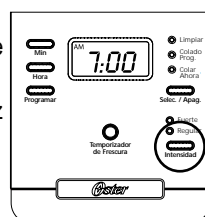

figure 5
2. Pour profiter d'une tasse de café plus savoureuse, appuyez une fois sur le bouton « Intensidad » de force du café. La lumière de café fort « Fuerte » s'allume. La cafetière reste sur la force de café choisie jusqu'à ce que vous la remettiez sur force régulière « Regular » en appuyant sur le bouton de force du café ou jusqu'à ce que vous débranchiez l'appareil (Figure 5).